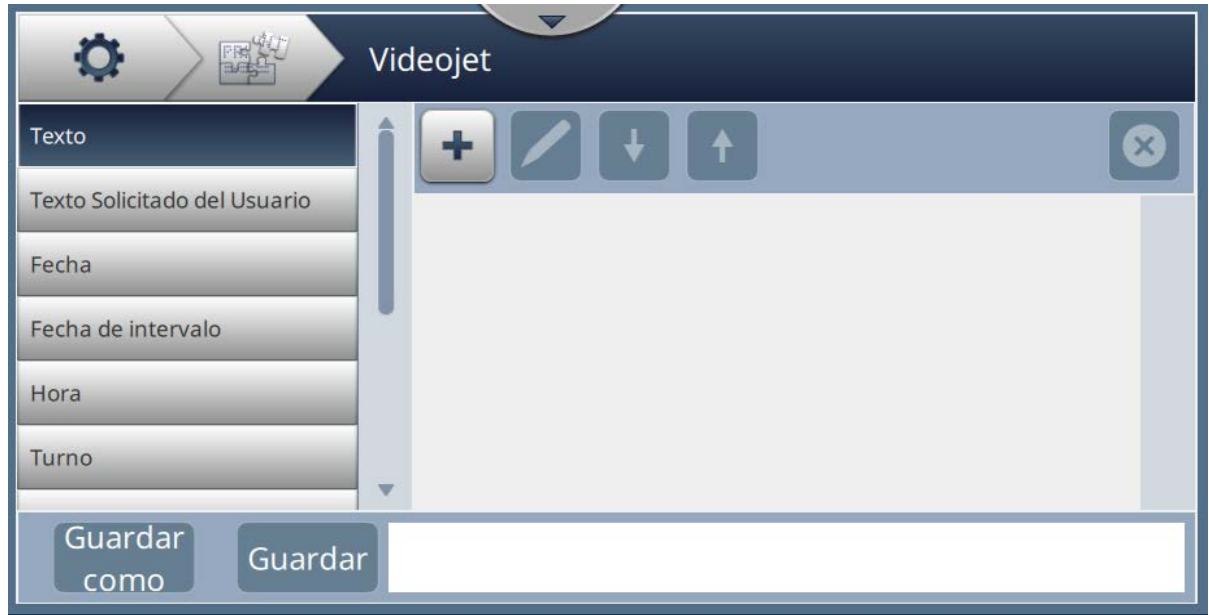

Figura 6-8: Editor de referencias personalizadas
4. Se abrirá la pantalla Editor de referencias personalizadas, como se muestra en la Figura 6-8.
4. Se abrirá la pantalla Editor de referencias personalizadas, como se muestra en la Figura 6-8 en la página 6-13.